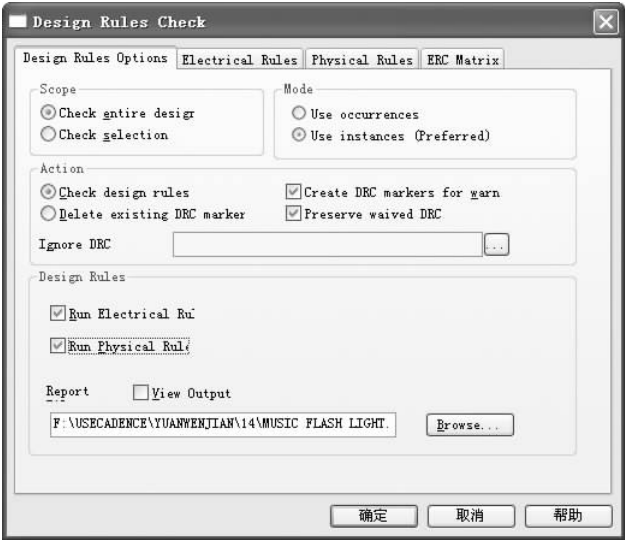
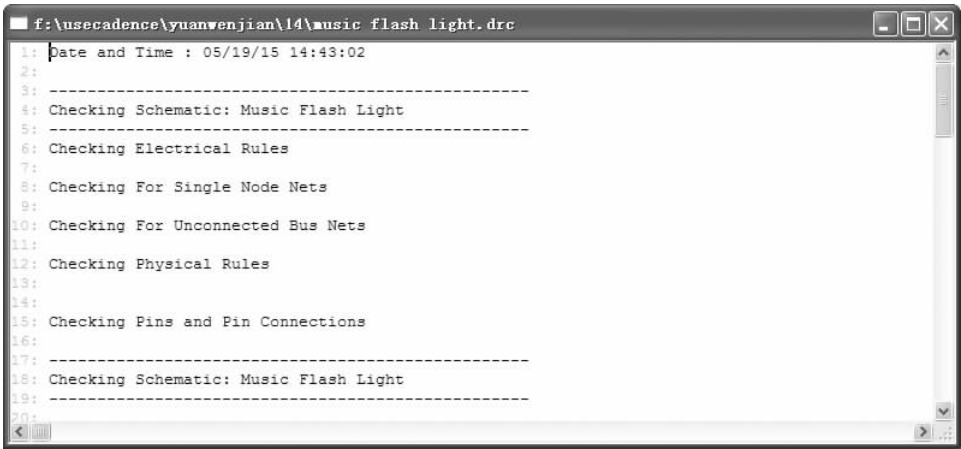

图 12-66 “Design Rules Check（设计规则检查）”对话框
图 12-67 DRC 检查文件
3. 检查原理图。打开项目管理器窗口，并将其置为当前，选中需要创建网络表的电路图文件“Music Flash Light.Dsn”。选择菜单栏中的“Tools（工具）”→“Design Rules Check（设计规则检查）”命令或单击“Capture”工具栏中的“Design rule check（设计规则检查）”按钮，打开“Design Rules Check（设计规则检查）”对话框，如图 12-66 所示，选择默认设置，单击按钮，开始进行设计规则检查，生成如图 12-67 所示的“.drc”文件，显示检查结果，并自动加载到项目管理器“Output（输出）”文件夹下。